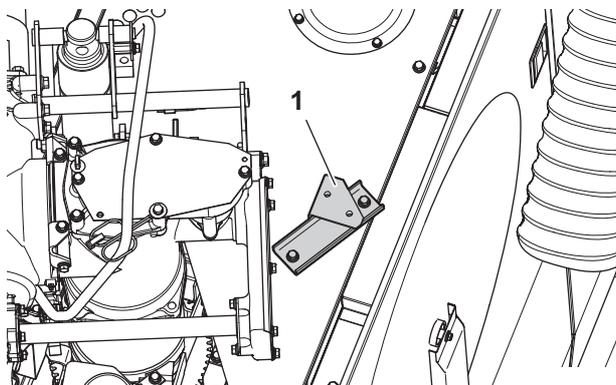

図 2-21
エンジンルーム右後上側に固定座 (1) をボルト M8×20 (2本) で組み付けます。(図 2-21)